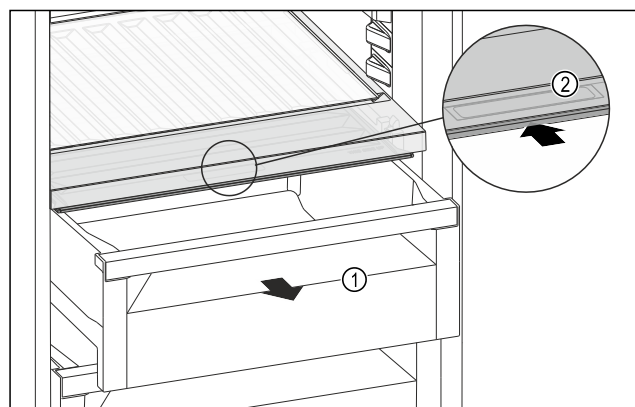

Fig. 96
- Schubfach Fig. 96 (1) herausziehen.
- Griffmulde Fig. 96 (2) am Fachdeckel anfassen und Fachdeckel gleichzeitig nach hinten schieben.